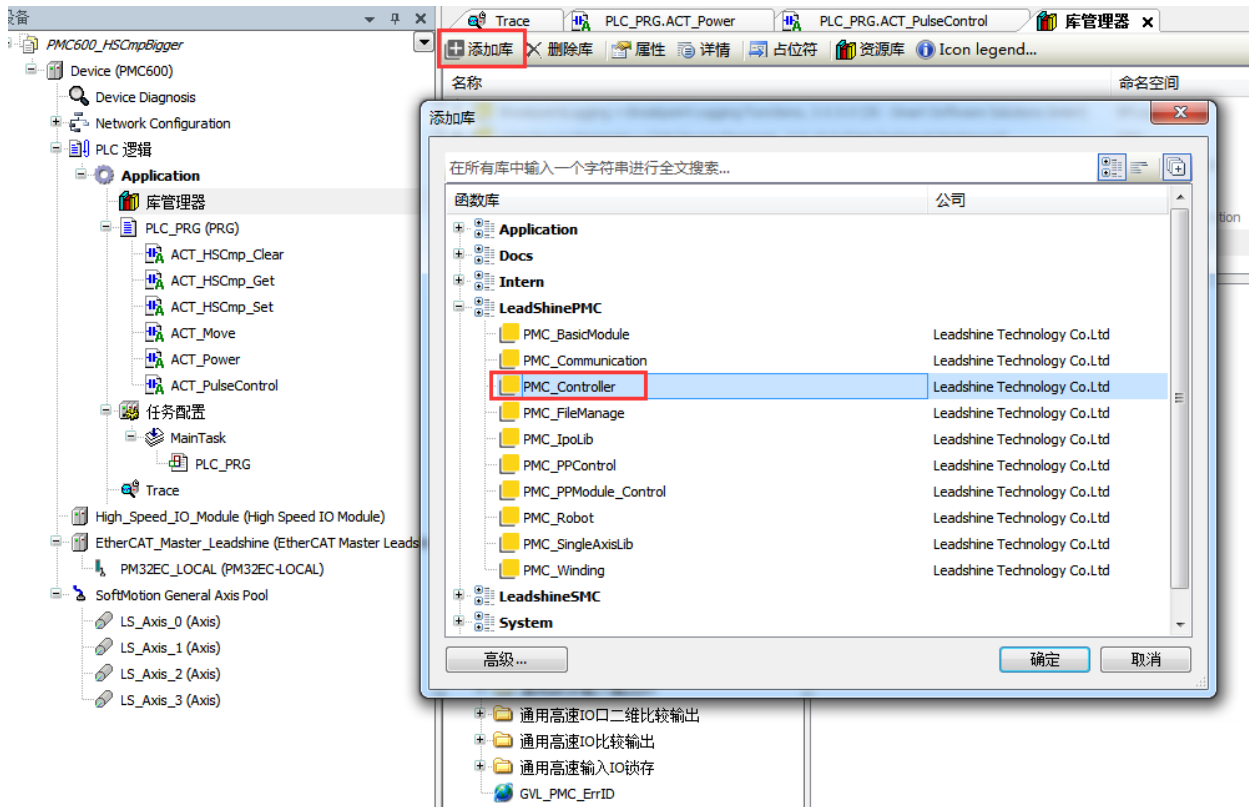

图 9.11 添加 SMC606 库
- 1) 新建工程并命名大于模式，编程语言为结构化文本 ST，如图 9.11 所示；